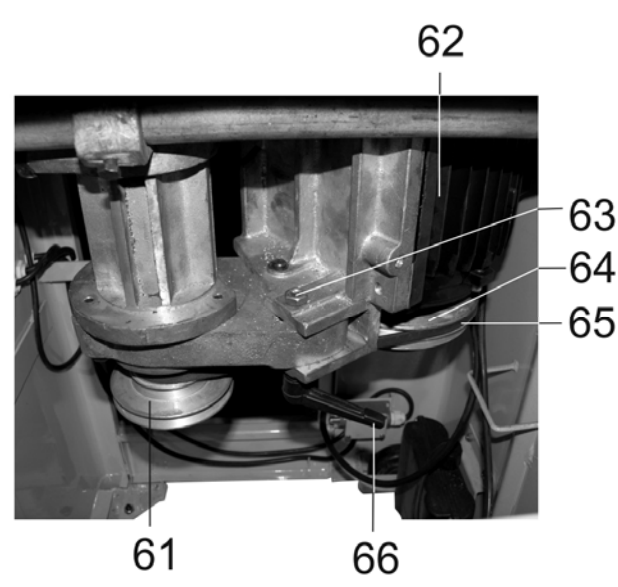

Рис.14
10.3.9. Во время работ периодически (при выключенном станке) убирайте стружку с поверхности станка и внутри узла направляющих планок, для чего выкрутите винт (59), переведите защитный кожух (60) в вертикальное положение; стружку убирайте крючком и щёткой, Рис. 14.